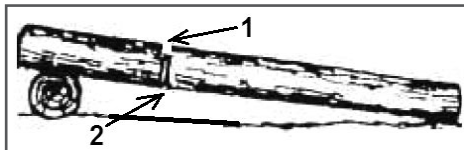

Рис. 16 Пропилы при раскряжевке дерева на одной опоре
2. Бревно лежит на одной опоре (Рис. 16). Разгрузочный пропил (1) на  $1/3$  бревна делается сверху. Основной пропил (2) делается снизу навстречу разгрузочному пропилу.